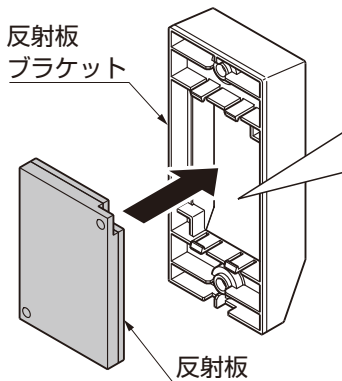

図5-3 反射板側
- ①反射板を反射板ブラケットにはめ込んでください。(図5-3参照)